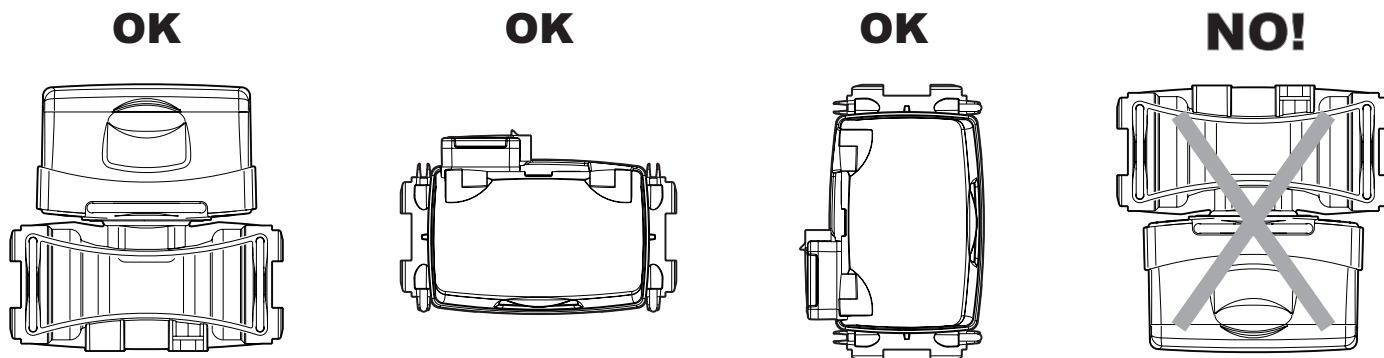

Fig. 1
- Ne montez pas le débitmètre avec le connecteur tourné vers le bas (Fig. 1).